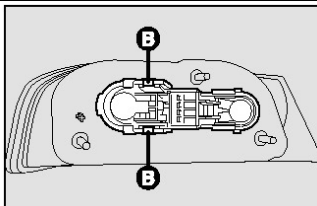

рис.35
- Извлеките блок патронов, нажав на фиксаторы **B** – **рис.35**
- Установить на место блок патронов и правильно закрепить его при помощи фиксатора **B** – **рис.35**;